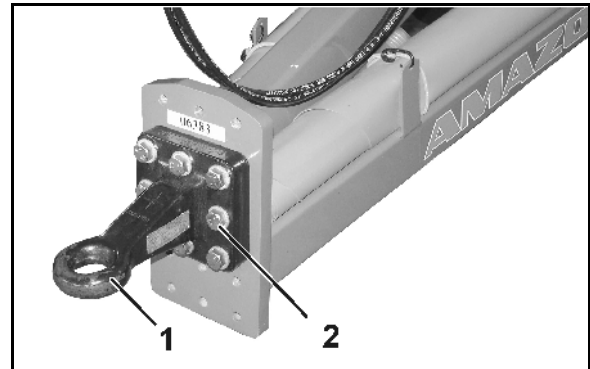

Рис. 48
При снятом агрегате высота сцепной петли (Рис. 48/1) может быть подогнана по трактору.
- Ослабьте болты (Рис. 48/2) и привинтите сцепную петлю на нужной высоте.